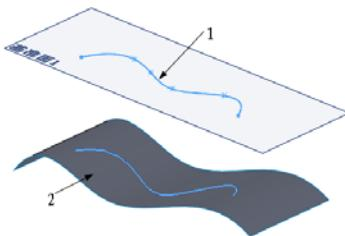
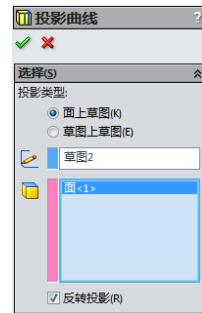

图 6-16 等轴测视图
图 6-17 “投影曲线”属性管理器
**08** 设置视图方向。单击“前导视图”工具栏中的“等轴测”图标 $\text{3D}$ ，将视图以等轴测方向显示，结果如图 6-16 所示。
**10** 设置投影曲线。在属性管理器的“投影类型”一栏的下拉菜单中，选择“草图到面”选项；在“要投影的草图”一栏中，选择图 6-16 中的样条曲线 1；在“投影面”一栏中，选择图 6-16 中的曲面 2；在视图中观测投影曲线的方向，是否投影到曲面上，勾选“反转投影”选项，使曲线投影到曲面上。设置好的属性管理器如图 6-17 所示。